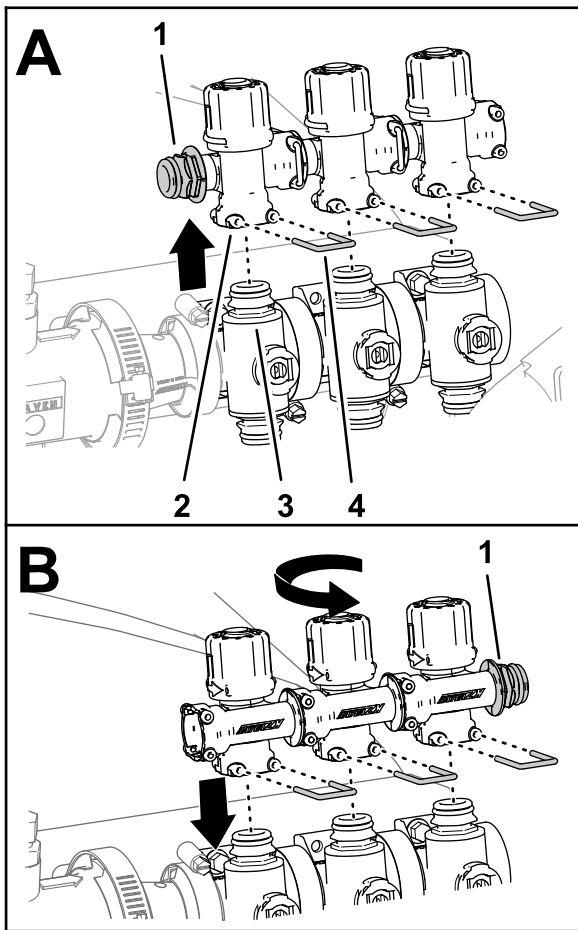

图64
4. 卸下将3个旁通阀固定到左、中、右喷洒段阀上的3个卡环图64。
5. 从喷洒段阀上提起旁通阀 图64。
6. 将旁通阀旋转 180° 然后将其组装到喷洒段阀的快速断开接头上 图64。
7. 使用在步骤 4 中卸下的 3 个卡环将 3 个旁通阀固定到喷洒段阀上 图64。